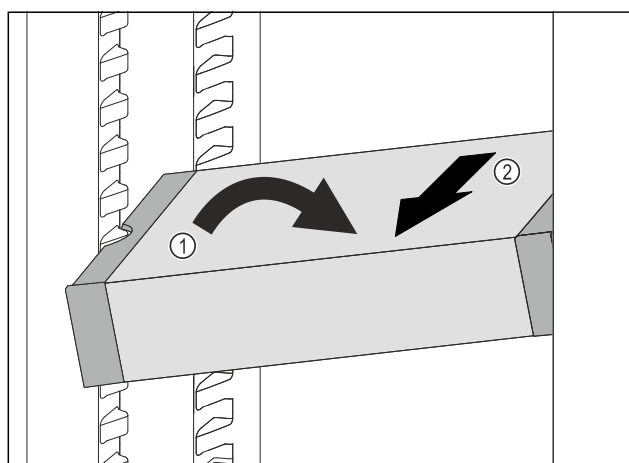

Fig. 88
- Poziționați oblic VarioSafe în frigider. Fig. 88 (1)
- Extrageți VarioSafe spre înainte. Fig. 88 (2)